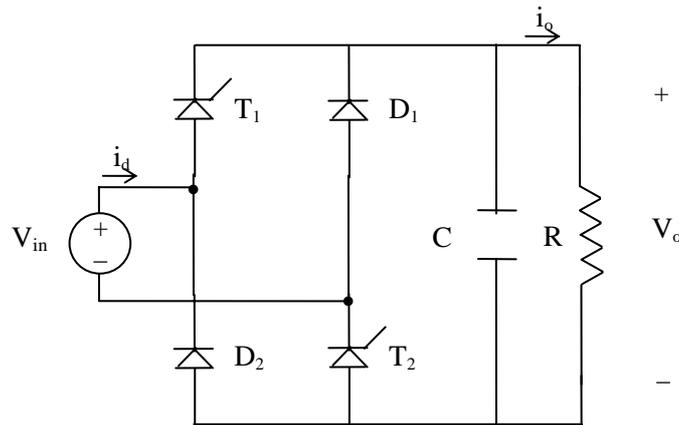

Figura 4.2
h) Considerar el nuevo circuito de la figura 4.2, en el que se ha modificado la carga. Explicar el funcionamiento del circuito para esta nueva carga y dibujar la forma de onda de la tensión de salida.